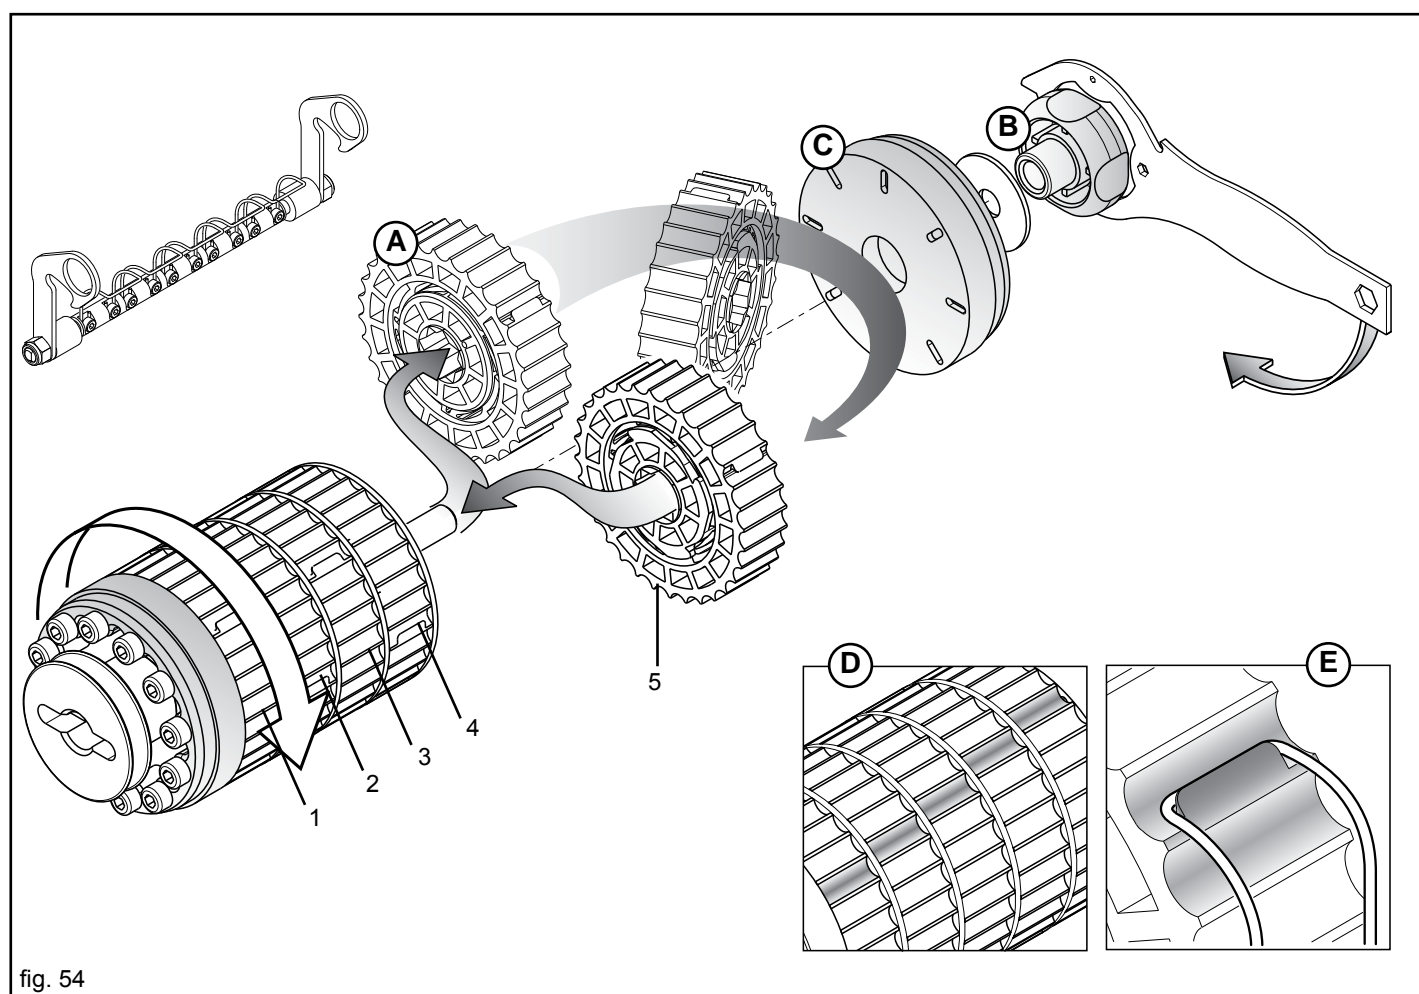

fig. 54
Premesso che ogni settore (A, Fig. 54) distribuisce il 20% di prodotto dell'intero rullo dosatore, è possibile aumentare i settori in lavoro e ridurre rispettivamente la velocità di rotazione del cambio, ottenendo una distribuzione omogenea.
Dopo aver smontato il rullo di dosaggio dall'attrezzatura, utilizzare la chiave in dotazione per svitare il pomello (B, Fig. 54) e togliere la ghiera di bloccaggio (C). Sfilare il settore o i settori da attivare e rimontarli capovolti di 180° **rispettando le posizioni** (1-2-3-4-5, Fig. 54).
Nel rimontare i settori, fare in modo che in condizioni di lavoro quelli attivi presentino le camere sfalsate una dall'altra (D, Fig. 54), per garantire continuità alla distribuzione.
Bloccare l'elemento pulitore nella posizione di lavoro, verificando che le molle aggancino i rispettivi settori esclusi (E, Fig. 54) impedendone la rotazione e quindi la distribuzione.